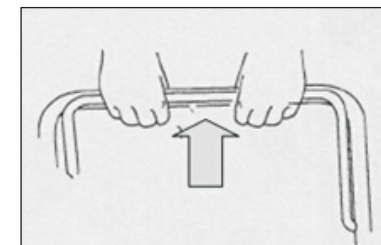

Fig. 2B
b) Ga achter het apparaat staan, pak de remhendel vast en houd de remhendel tegen de bovenste handgreep. (Fig 2B)